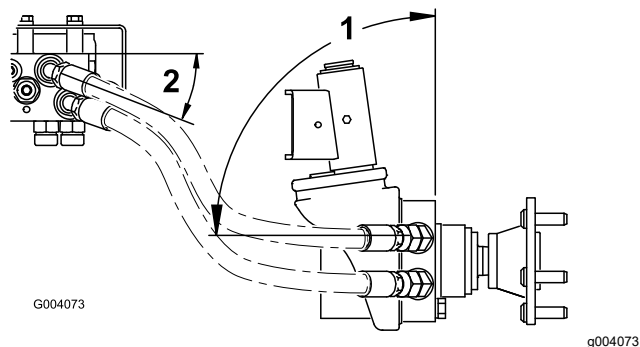

Рисунок 8
3. Повторите эту процедуру для правого привода колеса. Расположите шланги, как показано на Рисунок 8, и затяните все штуцеры шлангов.